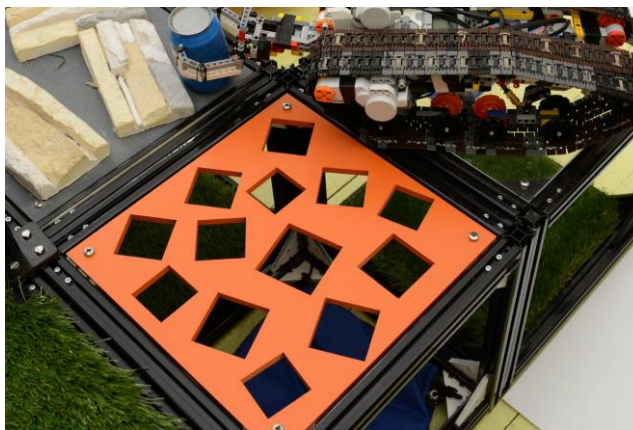

Рисунок 9 - «Решето»
1.5.8. **Решето** – участок представляющий собой фанерную площадку с прямоугольными отверстиями (рисунок 9). Габариты площадки 340x340x10.
1.5.9. **Наклонная поверхность с углом наклона 30°, обитая поролоном.** (рисунок 9).